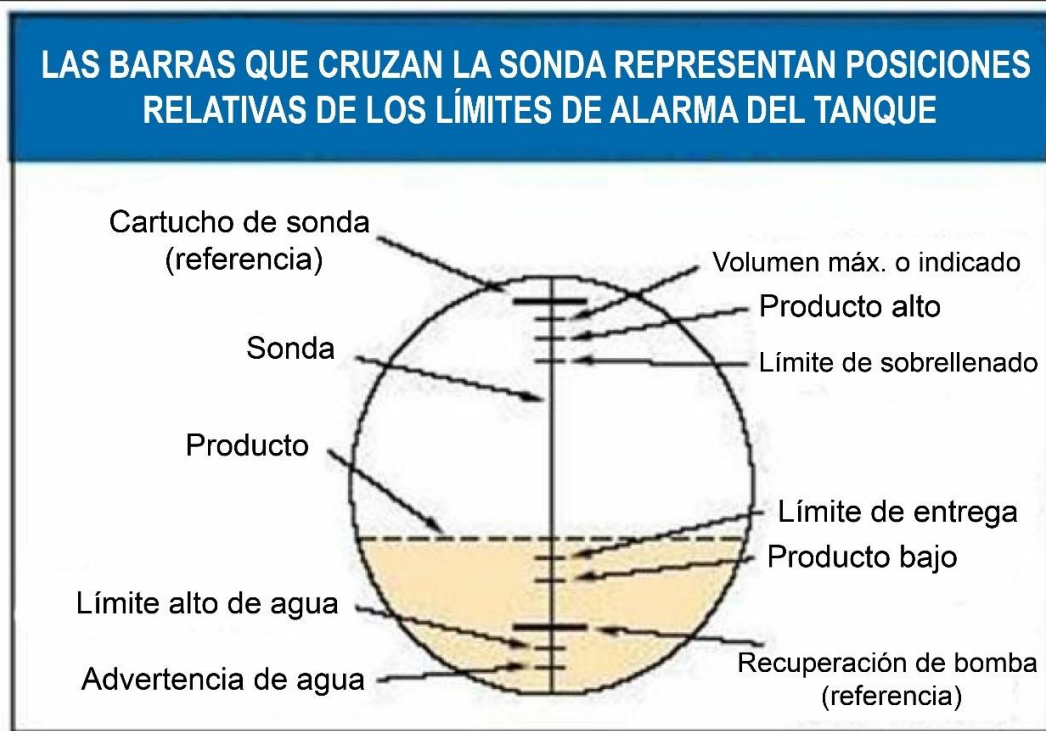

Figura 8-18: Alarmas de nivel del tanque de combustible
- Existe una situación de sobrellenado cuando, durante una descarga de combustible, el nivel de gasolina en el UST excede el parámetro de la alarma de sobrellenado, que es el 90 % de la capacidad del UST. **Vea la figura 8-18.**